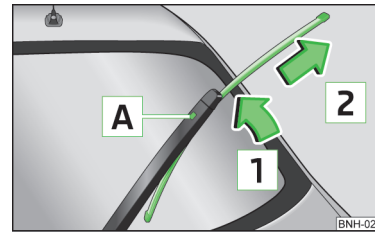

Abb. 143
- › Den Scheibenwischerarm von der Scheibe in Pfeilrichtung 1 anheben » Abb. 143.